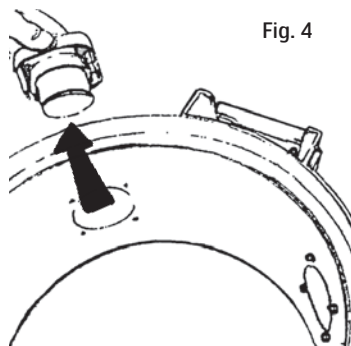

Fig. 4
2. Dra ut stussen fra maskinen, se Fig. 4.